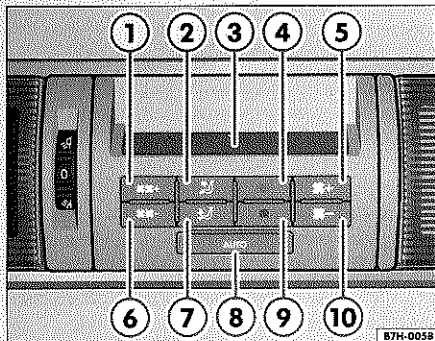

Fig. 9 3C-Climatronic: mandos traseros en el techo del vehículo
- Pulse la tecla de temperatura $\Rightarrow$ fig. 9 ④ o ⑨ para ajustar la temperatura en las plazas traseras.